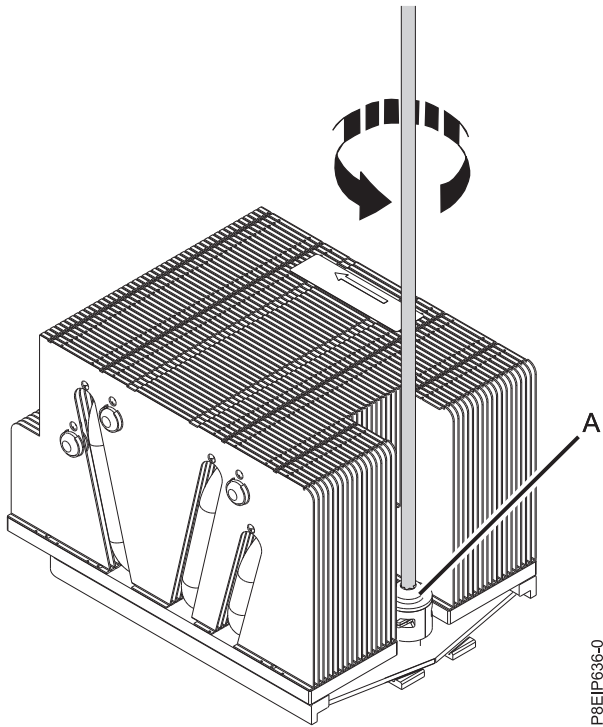

Figure 64. Desserrage de la vis du bras de chargement du dissipateur thermique
3. Desserrez la vis du bras de chargement (A) du dissipateur thermique du processeur système que vous retirez à l'aide d'un tournevis Phillips n°3, comme indiqué dans la figure 64, à la page 56.